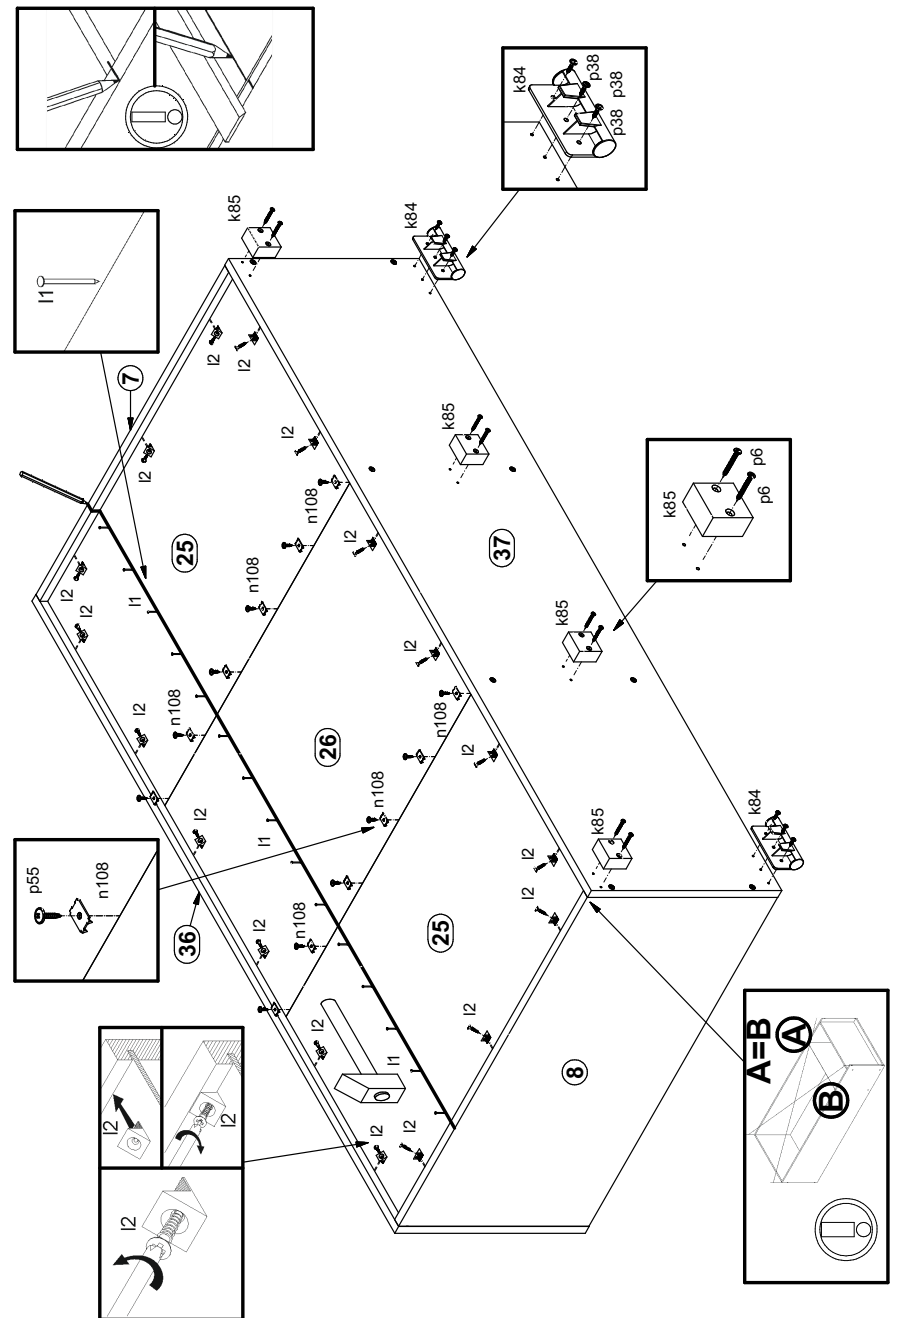

Рисунок 5
15. В отверстия $\varnothing 3$ мм на нижней поверхности щита нижнего 37 закрепить опоры полимерные k85 шурупами p6, а также опоры полимерные k84 шурупами p38 (см. рис. 5).
16. Выровнять корпус изделия, измеряя рулеткой расстояние между противоположными углами по диагонали. Расстояния должны быть равными (см. рис. 5)
17. Закрепить стенки задние 25, 26 на корпусе изделия гвоздями l1 с шагом 80-120 мм, элементами крепления задней стенки l2, а также пластинами n108 с шурупами p55 (см. рис. 5).